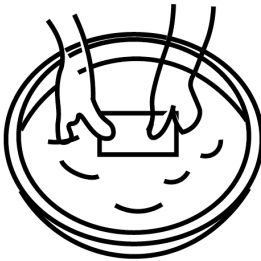

Figure 14
- Lavez soigneusement le filtre dans de l'eau tiède savonneuse, fig. 14.